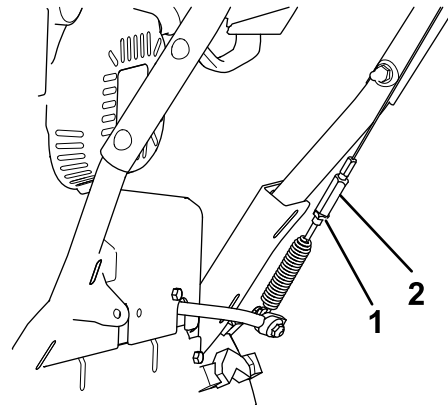

Bild 36
5. Lösen Sie die Klemmmutter (Bild 36).
6. Lösen oder ziehen Sie die Spannschraube an, um die Kabelspannung einzustellen (Bild 36).